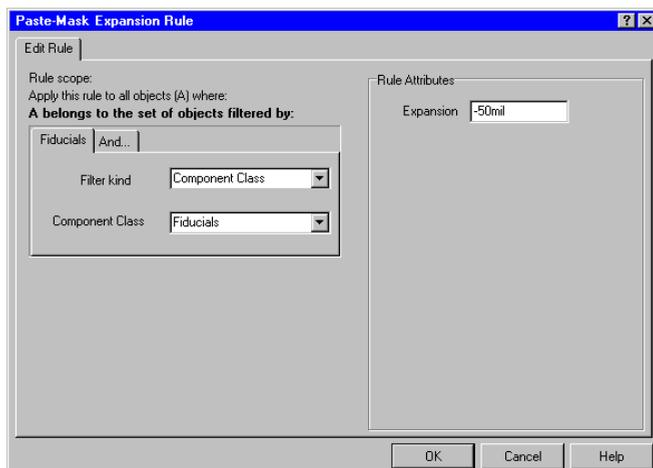

Рис. 6.48. Задание параметра Paste Mask для всех реперных контактных площадок
6. Установить большое отрицательное число в поле **Expansion**, которое было бы больше радиуса самой большой используемой в проекте координатной метки (рис. 6.48).